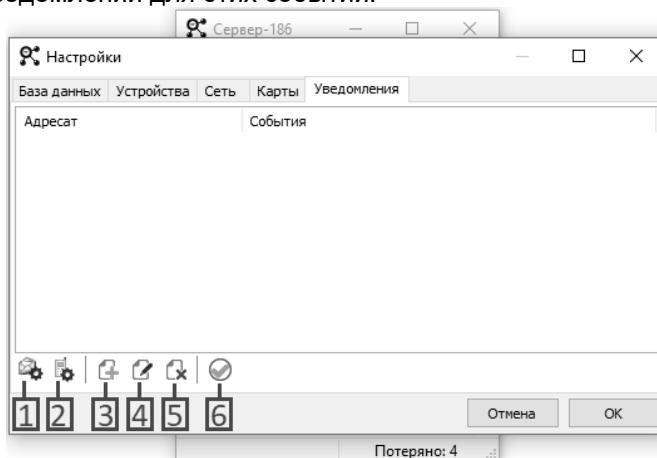

Рисунок 20
11.5.1 Для настройки уведомлений необходимо перейти на вкладку "Уведомления" (рисунок 20), указать события и параметры отправки уведомлений для этих событий.